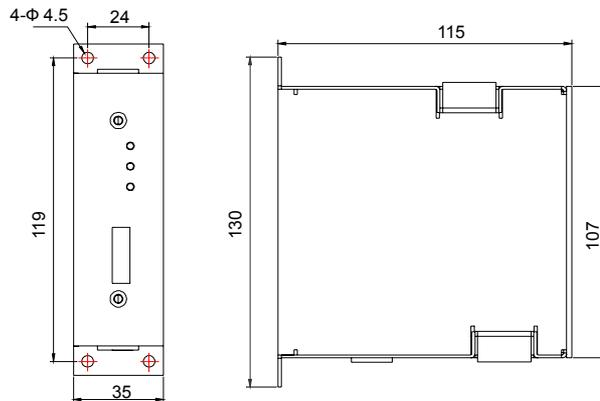

图2.3 外形尺寸图
3. 采用螺钉固定方式，详细安装尺寸可参看第二章图2.3所示的数据。